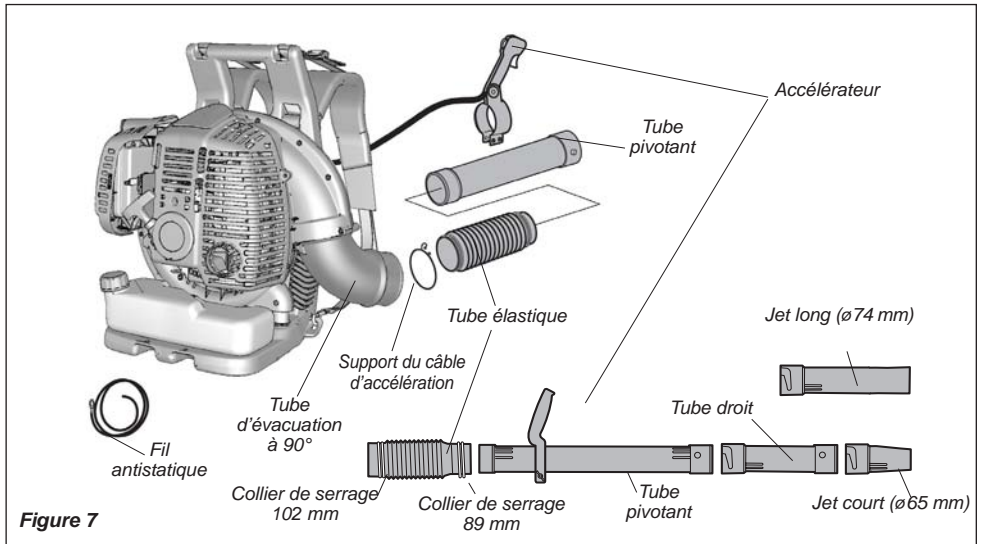

Figure 7
1. Déposer le souffleur verticalement sur le sol ou un plan de travail solide et noter l'orientation des pièces conformément à Figure 7.